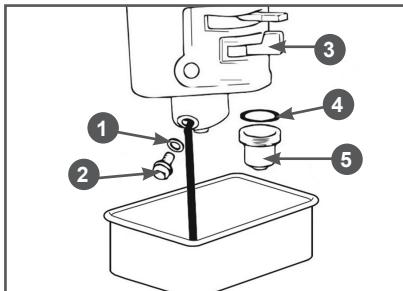

Рис. 35 Обслуживание карбюратора
1. Установите под карбюратор подходящую емкость (Рис. 35).
2. Установите рычаг топливного крана 3 в положение «ЗАКРЫТО» (Рис. 35).
3. Открутите болт 2 сливного отверстия и слейте топливо из поплавковой камеры карбюратора в подготовленную для этого ёмкость (Рис. 35).
4. Открутите стакан отстойника 5, вылейте из него топливо в заранее подготовленную емкость (Рис. 35).
- Слейте топливо из топливного бака и карбюратора (Рис. 35).